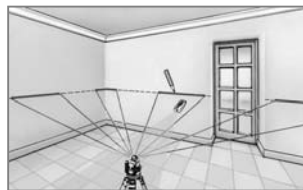

Figura 1
- E' possibile ottenere misurazioni precisissime solo se non viene modificata la posizione dell'apparecchio. Questo risultato si ottiene impiegando il SensoCommander (figura 1).